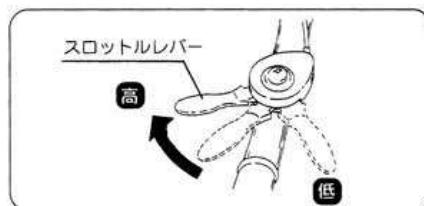

図19
- ④ スロットルレバーを内側に回して、エンジンの回転速度を調節してください。（図19）